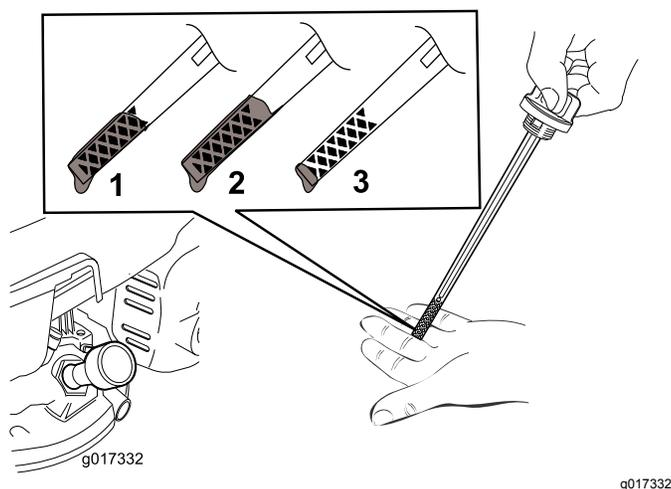

Рисунок 11
5. Для того, чтобы правильно определить уровень масла на масломерном щупе, см. Рисунок 11.
не покажет, что достигнут нужный уровень масла в двигателе, как показано на Рисунок 11. В случае перелива слейте некоторое количество масла из двигателя, как описано в разделе «Замена моторного масла».